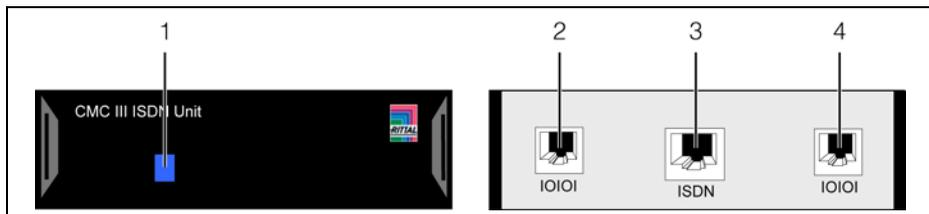

Рис. 3: Элементы индикации, штекеры и разъемы
Элементы управления и индикации показаны на рис. 3.
#### Обозначения на рис. 3
- Соедините ISDN-блок с помощью кабеля RJ 45 с имеющимся ISDN-подключением (рис. 3, поз. 3).
- Соедините ISDN-блок с помощью кабеля RJ 12 с CMC III PU (рис. 3, поз. 2 или поз. 4).